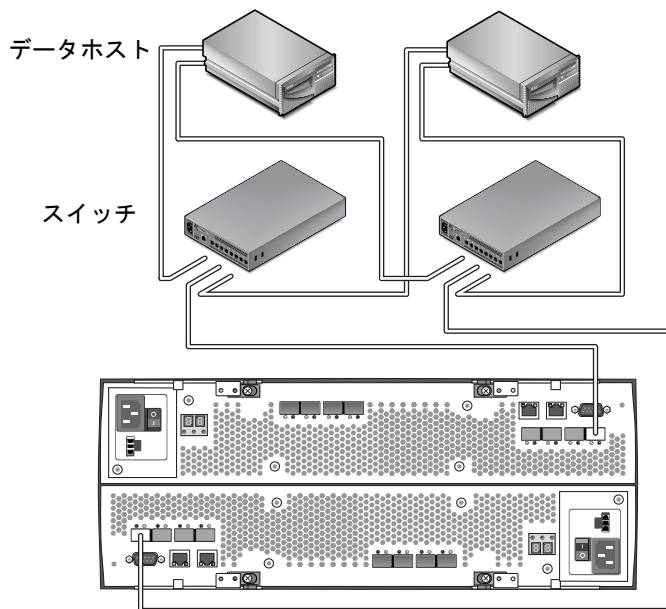

図 3-3 単独接続のスイッチの配線
- 図 3-3 は、単独接続のスイッチ経由でのデータホストの接続を示しています。